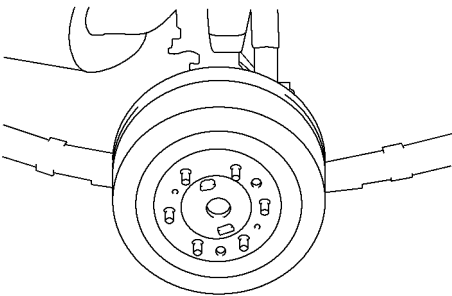

图 15-114 将调整器的长度尽可能调到最短，再安装制动鼓
2) 将调整器的长度尽可能调整到最短，再安装制动鼓，如图 15-114 所示。然后上、下拉足停车制动器拉杆直至不能再听到更多的“卡嗒”声为止。